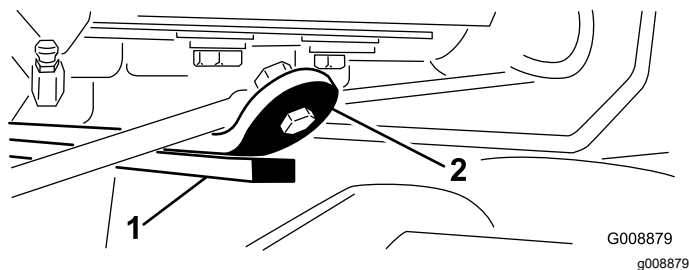

図 14
3. エンジンを始動し、昇降アームを上昇させて、後カッティングユニット上部にあるウェアバーとバンパーストラップとの間のすき間が、0.51-2.54 mm になっていることを確認する 図 14。